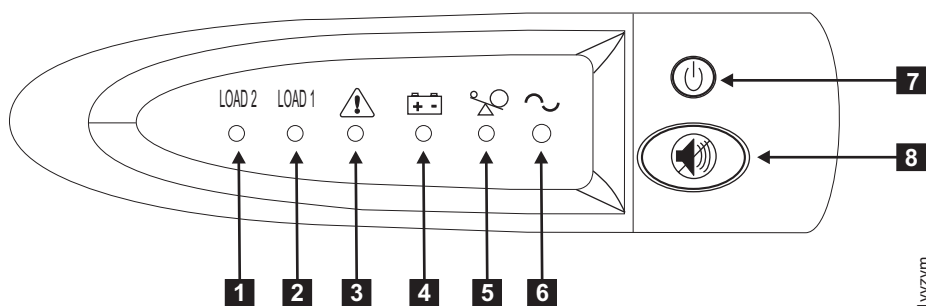

Figura 349. Conjunto do painel frontal da do 2145 UPS-1U
12. Para ativar o 2145 UPS-1U, pressione e mantenha pressionado o botão para ligar/desligar (**7** no Figura 349). Em algumas versões do 2145 UPS-1U, é necessário um dispositivo com ponta, como uma chave de fenda, para pressionar o botão ligar/desligar. O 2145 UPS-1U passa por um autoteste, levando aproximadamente cinco segundos, antes do indicador de ligado **6** e dos indicadores de carga (**1** e **2**) serem permanentemente ligados para indicar que o 2145 UPS-1U está fornecendo energia para o SAN Volume Controller. O 2145 UPS-1U começará a carregar sua bateria no modo normal.